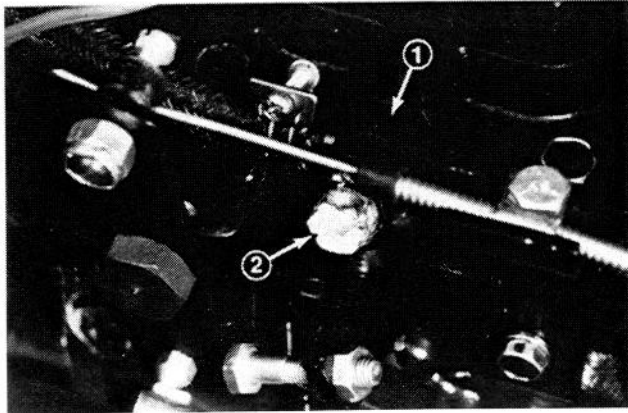

Bild 14
4. Die Entlüftungsschraube an der Kraftstoff-Injektionspumpe mit einem 12mm Schraubenschlüssel öffnen (Bild 14).